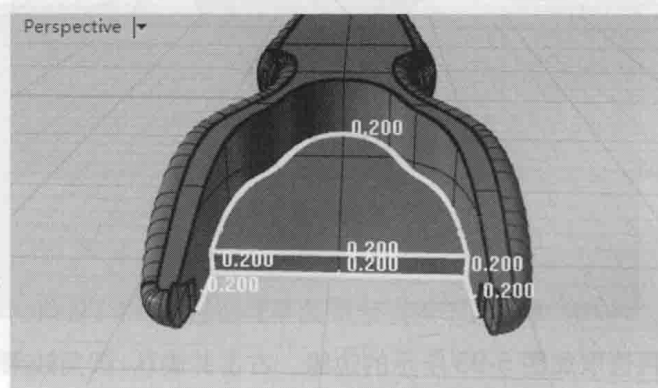

图 5-86 选择边缘
(2) 单击工具箱中的  / 【不等距边缘圆角】 按钮 , 将【目前的半径】的值修改为 0.2, 再选取如图 5-86 所示的边缘。